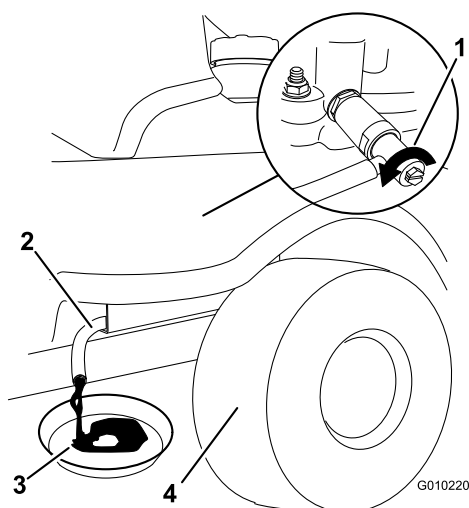

Figure 36
6. Placez un bac sous le flexible de vidange. Ouvrez le robinet de vidange pour permettre à l'huile de s'écouler (Figure 36).
8. Enlevez le flexible de vidange (Figure 36).